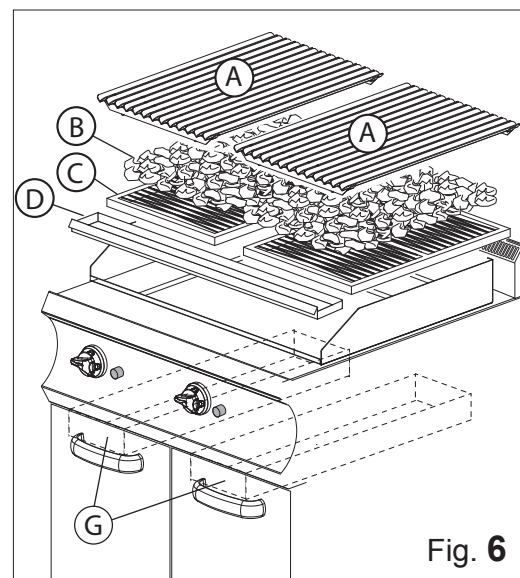

Fig. 6
- Scarico olio combusto (Contenitore Fig. 6 Part. D).
- Scarico ceneri (Contenitore Fig. 6 Part. F).
- Sollevare e rimuovere le piastre di cottura (Fig. 6 Part. A).
- Rimuovere dal proprio alloggiamento le pietre usurate (Fig. 6 Part. B)..
- Pulire l'alloggiamento delle pietre (Fig. 6 Part. C) e pulire i contenitori di recupero ceneri sfilandoli dall'apposita sede all'interno dell'apparecchiatura (Fig. 4 Part. G).
Pulizia per Cambio Pietre laviche In caso di sostituzione per usura delle pietre laviche è necessario: • Attendere che la temperatura della piastra si raffreddi in modo da non provocare ustioni all'operatore. • Effettuare la procedura descritta in pulizia giornaliera al punto 1-2-3. • Rimuovere dal proprio alloggiamento le pietre usurate (Fig. 6 Part. B). Pulire l'alloggiamento delle pietre. • Inserire le nuove pietre nell'apposito alloggiamento. • Effettuare la procedura descritta in pulizia giornaliera al punto 4-5.